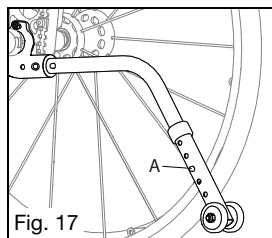

Fig. 17
Como ajustar a altura da extensão da roda (Fig. 17)
1. Pressione o pino de desbloqueio da roda do mecanismo anti-volteio (Fig. 17:A) de forma a ser conduzido para dentro.